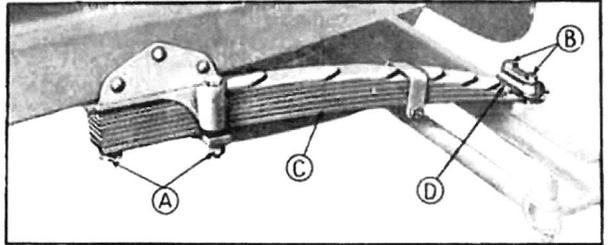

Fig. 274. — Ressort AV.
- 4—Dévisser et retirer les écrous de ces boulons; enlever la bride d'essieu et les cales interposées entre l'essieu et le ressort. enlever la bride des boulons latéraux, retirer le boulon central, puis enlever le ressort (fig. 274).